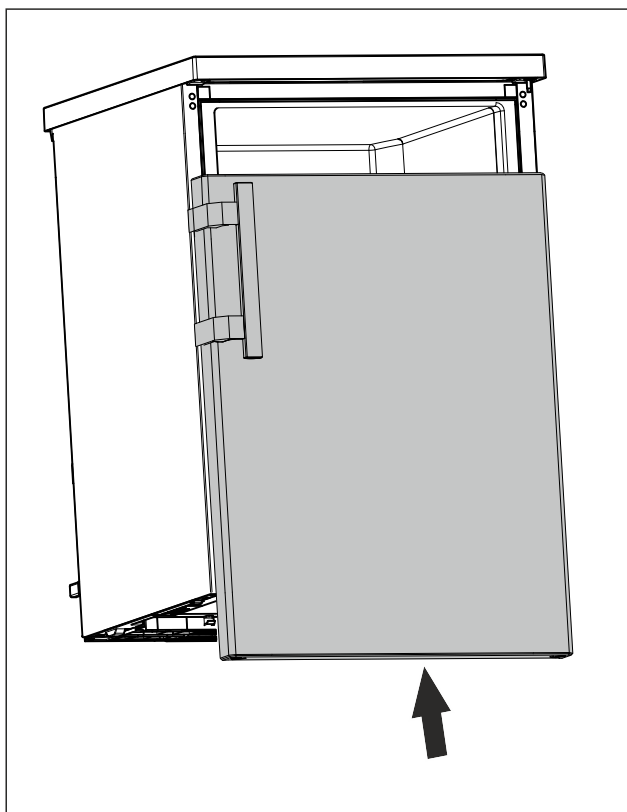

Fig. 20
- ▶ Tür im geschlossenen Zustand auf oberen Bolzen schieben. (siehe Fig. 20)